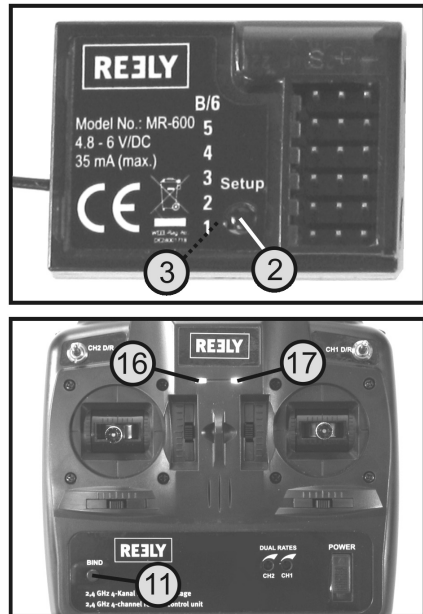

Bild 20
- Drücken Sie die Setup-Taste am Empfänger (siehe Bild 20, Pos. 2) solange, bis die LED im Empfänger (siehe Bild 20, Pos. 3) langsam blinkt.
- Die LED im Empfänger (siehe Bild 20, Pos. 3) blinkt kurzzeitig schnell und leuchtet anschließend dauerhaft.